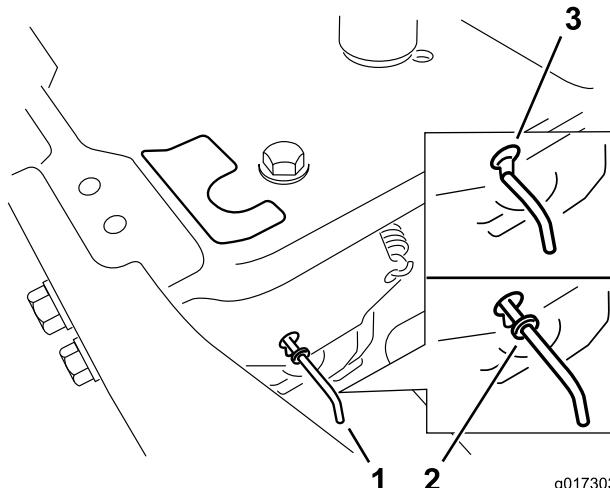

Figura 28
4. Mova as alavancas de derivação para a frente através do orifício da chave e para baixo para as bloquear no lugar (Figura 28).
Mova as alavancas de derivação para trás através do orifício da chave e para baixo para as bloquear no lugar, como se mostra em Figura 28.